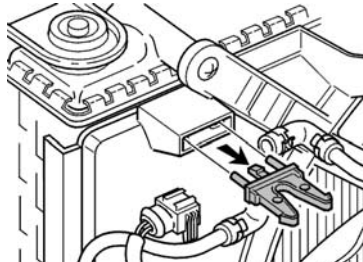

Abb. 2
- Halter aus der Lüfterabdeckung ausclippen und entsorgen (Abb. 2).